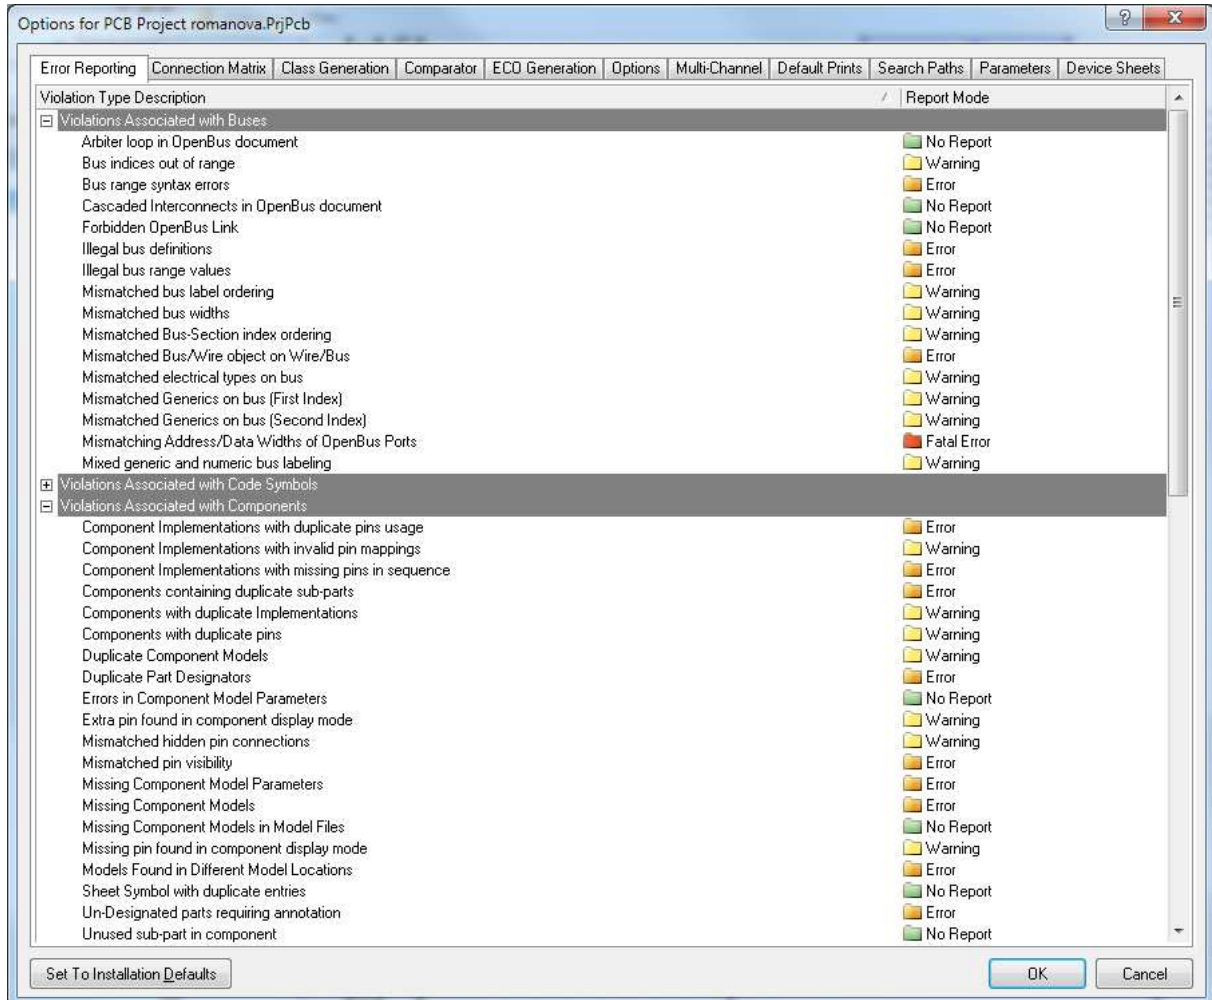
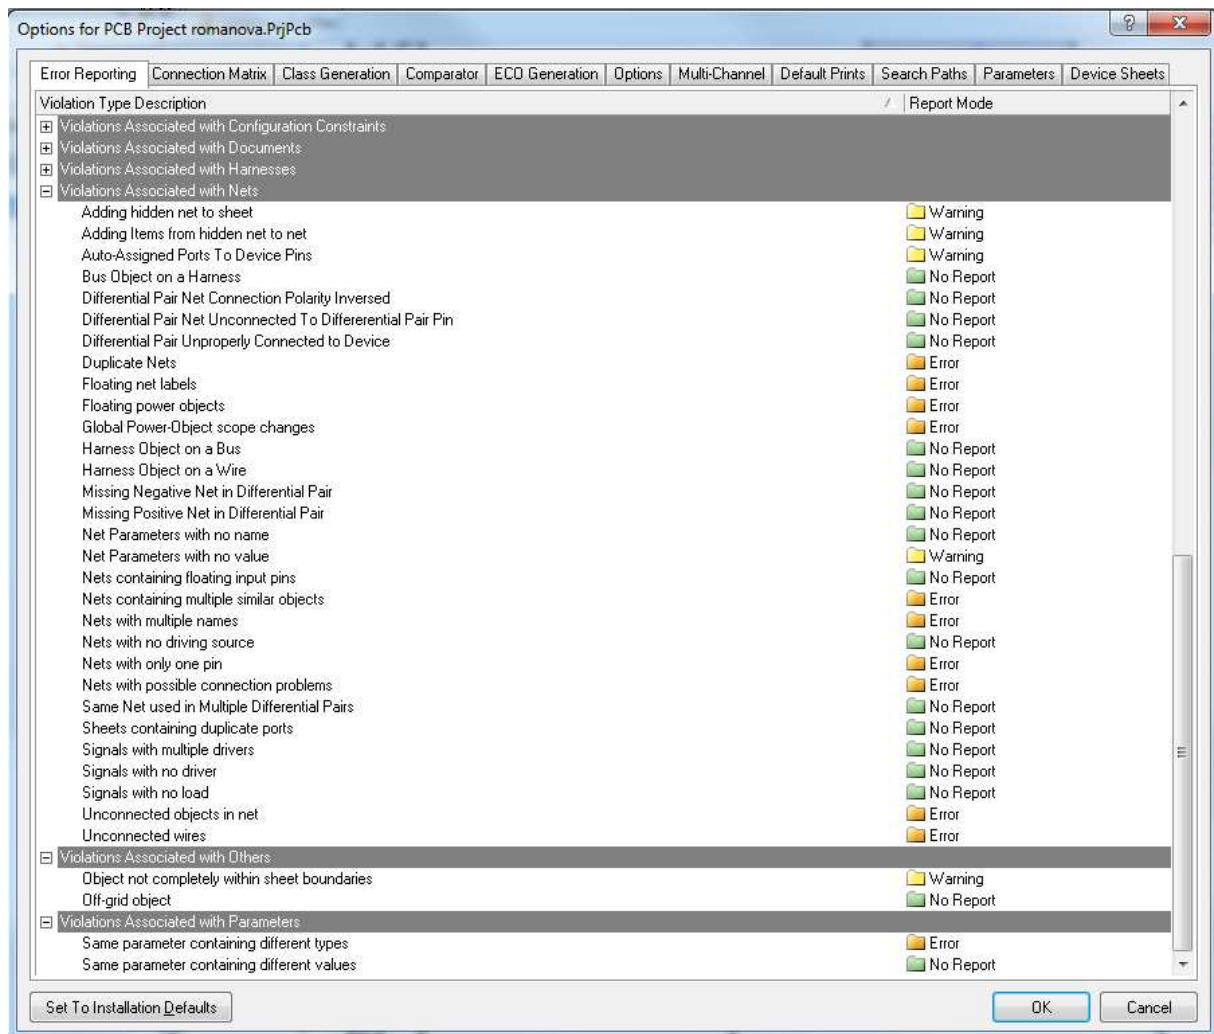

Рис. 108. Опции проекта (категории Buses и Components)
Рис. 109. Опции проекта (категории Nets, Others и Parameters)
18. Выбрать команду Project>>Project Options. Во вкладке Errors Reporting установить опции проекта как показано на Рис. 108 и Рис. 109, нераскрытые на рисунках категории (Code Symbols, Configuration Constrains, Documents, Harnesses) в отчет не включать, т.е. установить No Report. Далее во вкладке Connection Matrix на пересечении Unconnected и Input Pin (справа сверху) нажимать на квадратик до окрашивания его в зеленый цвет – это необходимо для того, чтобы не включать в отчет информацию о неподключенных входах.